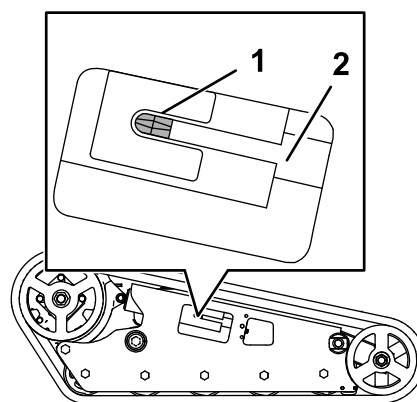

Figure 59
13. À l'aide d'un rochet de 1/2", tournez la vis de tension dans le sens antihoraire jusqu'à ce qu'elle arrive en butée (Figure 59).
21. Vérifiez que le bloc de tension est arrivé en butée (Figure 59).